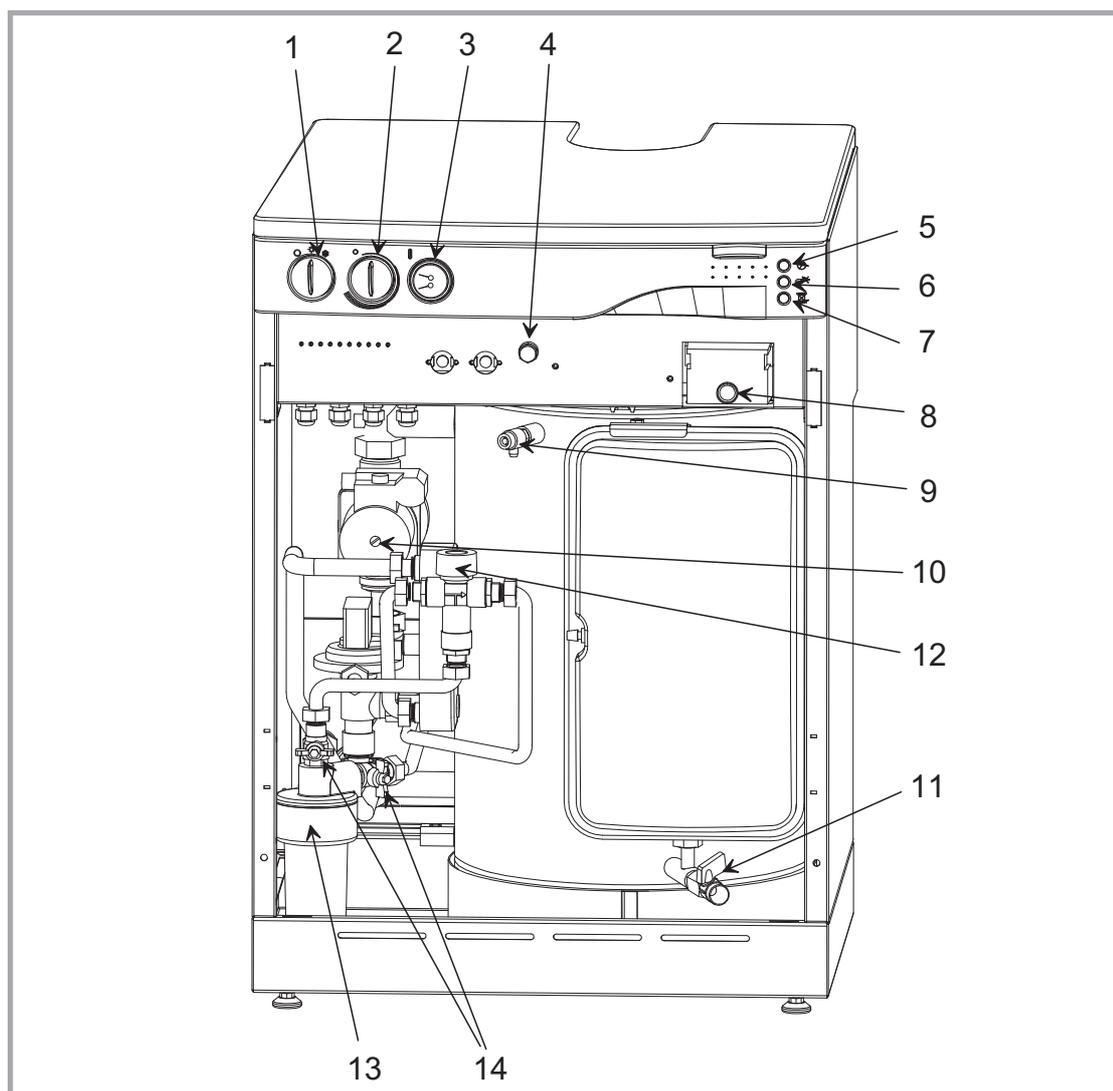

Figure 17
- Le doseur polyphosphate (rep. 13, fig. 17, p. 14) doit toujours être au moins à moitié rempli. Quand le niveau est inférieur, ajouter du polyphosphate de la façon suivante :